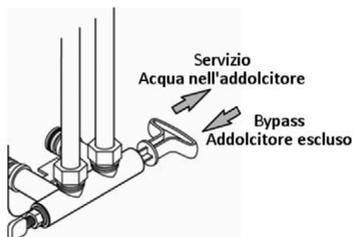

Figura 5 - Funzionamento del bypass
**Attenzione:** Utilizzare le guarnizioni adatte per collegare l'impianto idraulico al bypass. Rispettare l'ingresso (IN) e l'uscita (OUT) come indicato sulla testata della valvola dell'addolcitore. Una volta installato, fare riferimento alla Figura 5 e al paragrafo Regolazione della durezza residua tramite la valvola di bypass per il funzionamento del bypass.
4. Posizionare il bypass in posizione di servizio (Figura 5) avendo cura di eseguire la manovra delicatamente onde evitare un aumento troppo rapido della pressione nell'addolcitore.